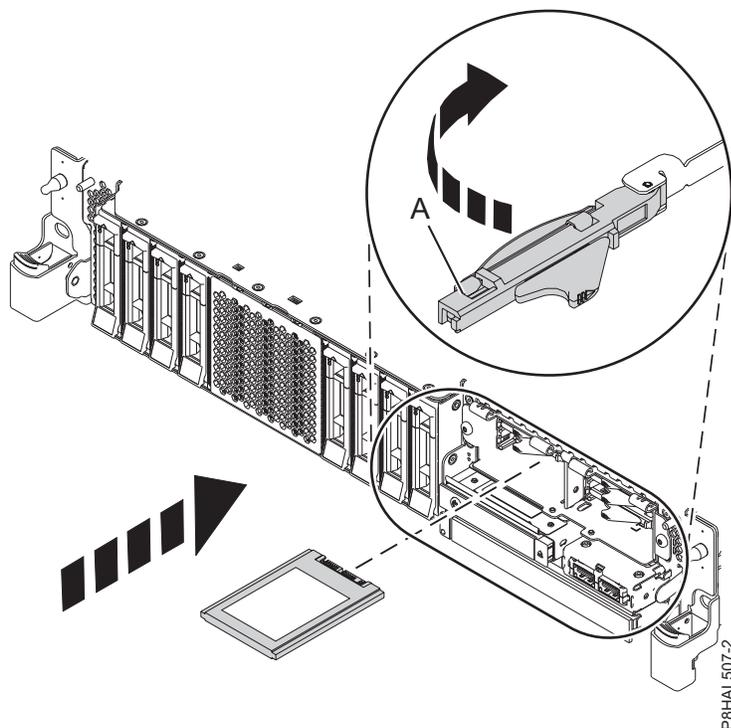

Figure 26. Installation d'une unité SSD dans un système à fonction étendue
16. Avec la poignée de la baie d'unité SSD (A) en position déverrouillée, tirez le levier vers l'extérieur pour accéder aux rails de guidage de l'emplacement SSD. Maintenez l'unité SSD par le dessous tout en l'alignant avec les rails de guidage de l'emplacement SSD. Pour plus d'informations, voir figure 26, à la page 29.
21. Verrouillez l'unité en faisant tourner la poignée de la baie (A) dans la direction indiquée. figure 26, à la page 29.